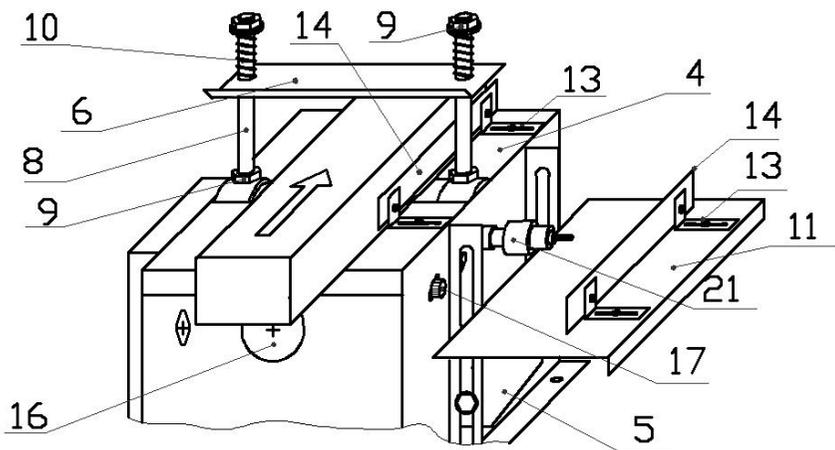
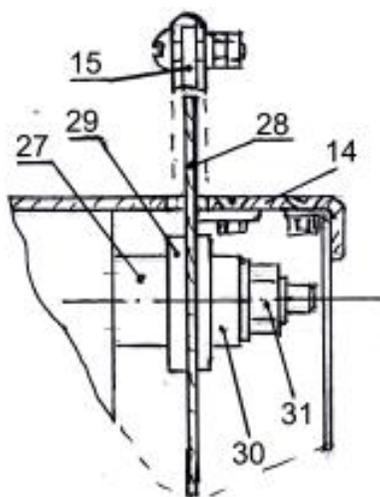
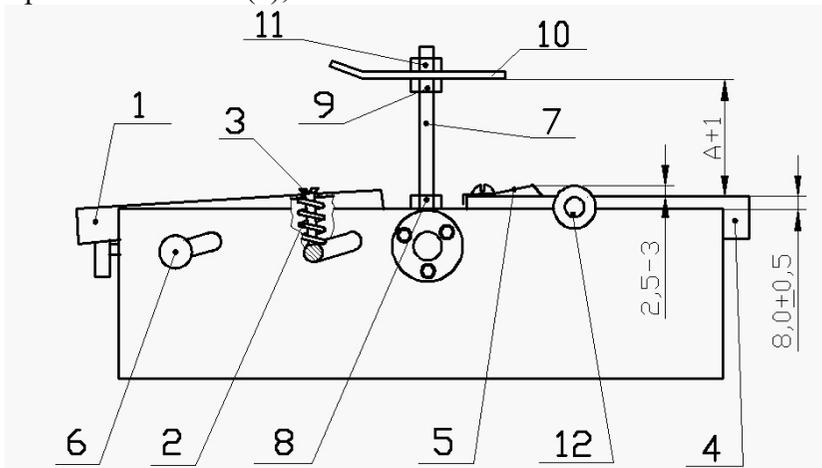
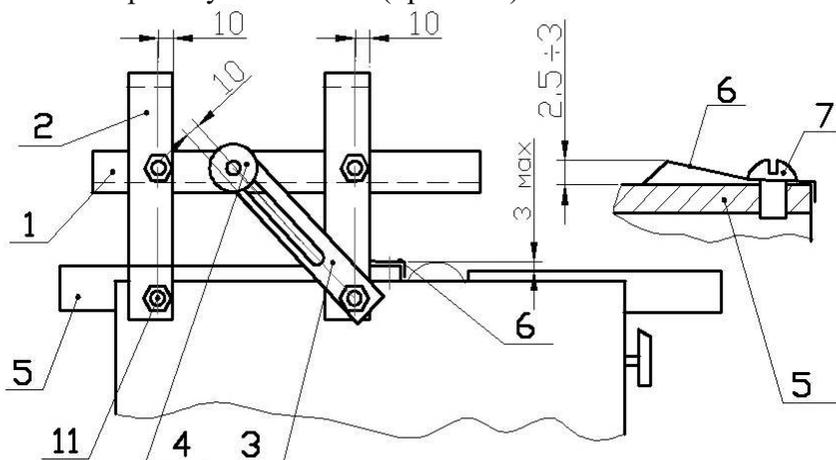

Рис. 6
Рис. 7
Рис. 3
Рис. 4
#### 4.3. Рейсмусное и концевое фрезерование, сверление. (Рис.6)
#### 4.4. Пиление продольное, поперечное, под углом. (Рис.3, 7, 8, 9)
- Закрутить вниз винты (3) и подать штурвалом передний стол (1) в крайне верхнее положение, установив его выше заднего стола (4) на 2-3 мм (Рис.3);
- Застопорив деревянным бруском строгальный вал, открутить гайку (31) крепления шайб и втулок на конце вала (Рис.7);
- Установить на вал втулку (27), пильный диск (28) между шайбами пилы (29), одеть конечную втулку (30), шайбу на диаметр  $\varnothing 20$  и зажать гайку крепления (31) на конце вала;
**В случае острой необходимости проведения обычного строгания на моделях Р и Р2 необходимо (см. Рис.3):**
- Для моделей Р - снять пружинную пластину (5);
- Для моделей Р2 - снять подающий вал (12) с заднего стола (4) (если он установлен), для чего:
- разкрепить 4 болта крепления заднего стола к стенкам корпуса и снять задний стол (4);
- вынуть из стенок корпуса подающий вал (12) вместе с опорами;
- установить передний стол (1) штурвалом в крайне нижнее положение и зажать регулировочные винты (3);
- установить задний стол (4) на место параллельно стенкам корпуса в соответствии с размерами на Рис.3. При этом передний стол (1) должен иметь небольшой подъем ( $1 \div 1,5$  мм) по отношению к заднему столу;
- Установить на задний стол (поз.4 на Рис.6) регулировочные уголки (13) и направляющую линейку (14) (при строгании под углом – дополнительно установить угловую линейку);
- Ввернуть шпильки (8) в опоры вала, и, не доводя до подшипников, законтрить их гайками (9), навернуть на шпильки гайки, одеть прижим (6), шайбы, пружины (10). Отрегулировать прижим (6) на требуемую высоту (на 5-10 мм меньше толщины материала) и поджать пружины гайками (9);
- Регулировку глубины строгания производить вращением штурвала (16), после чего фиксировать положение стола контрольным винтом (17) с правой стороны станка.
- Производить обработку, подавая материал вдоль направляющей линейки (14) «по волокну» материала, исключая подрыв материала;
**При дальнейшем рейсмусовании – установить на место подающий вал или пружинную пластину и отрегулировать стол по Рис.3.**
Операции, выполняемые на станке, показаны на Рис.3÷12. Стрелками указано направление движения режущего инструмента и подача.
#### 4.1. Рейсмусование. (Рис. 3). (для всех модификаций Р)
- Навернуть на шпильки (7) опорные гайки (9), надеть на шпильки прижим (10) и закрепить его шайбами и гайками (11), выдерживая размер обработки  $A+1$ , где  $A$  – необходимый размер обработки; **Пружины на шпильки не устанавливать!**
- В случае применения устройства быстрой регулировки размера рейсмусования (УБР) (для модификаций К), установите его в соответствии с Инструкцией по сборке УБР и Рис.4.
- Положите на передний стол обрабатываемый материал и прижмите его рейсмусным столом (1) УБР, после чего затяните гайки (4) крепления рейсмусного стола;
- При необходимости подрегулируйте размер рейсмусования, перемещая рейсмусный стол УБР (поз.1 на Рис.4) или прижим (поз.10 на Рис.3) вниз или вверх.
**В модификации P2:** Пружинная пластина (5 на Рис.3; 6 на Рис.4) не устанавливается. В случае проскальзывания доски по обрешиненному валу (12 на Рис.3) следует опустить ножи ниже от плоскости заднего стола (4 на Рис.3), а, при тугом вращении вала, соответственно, поднять ножи выше.